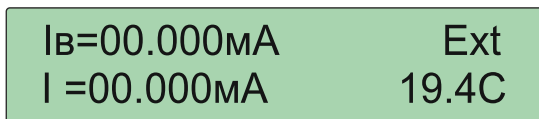

Рисунок 7 — Индикатор в режиме измерения тока
- два раза нажав кнопку  выбрать режим измерения тока, при этом на индикаторе в правой части верхней строки появится надпись «Ext», а калибратор переключится в режим измерения тока. Слева значок «Iв» укажет на измерение тока (см. рисунок 7);